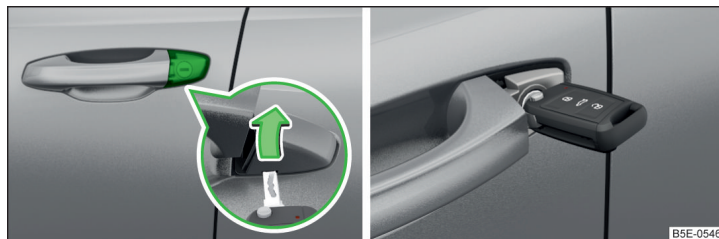

Fig. 225 Mânerul portierei șoferului: butuc de contact acoperit / butucul de contact cu cheie
- Introduceți cheia autovehiculului în degajarea de pe partea inferioară a capotului » fig. 225.